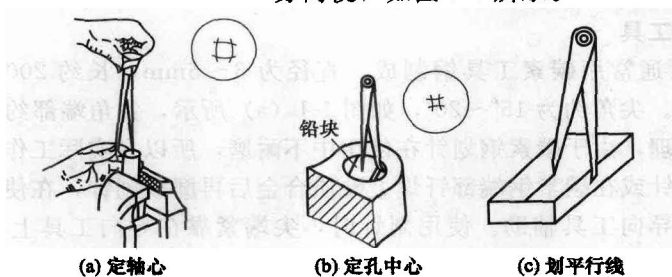

图 1-5 单脚规及应用
③ 单脚规 单脚规用中碳钢制成。用单脚规求圆形工件和孔的中心及划平行于工件边缘的线,十分简便,如图 1-5 所示。